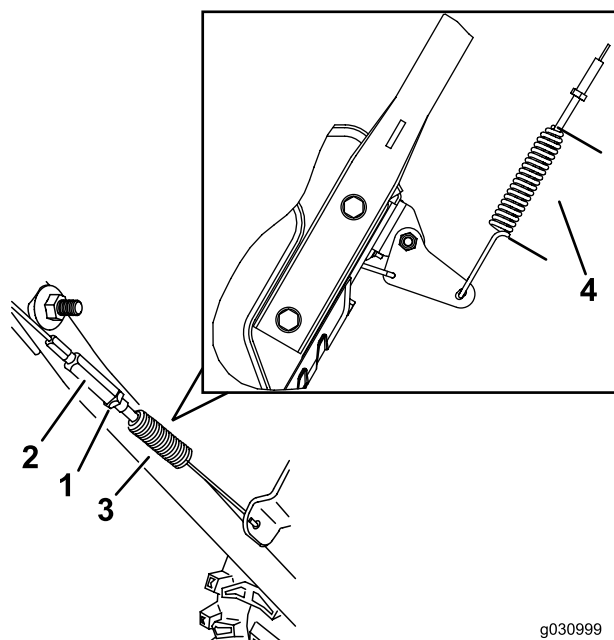

Figure 37
3. Desserrez ou serrez le tendeur afin de régler la longueur du ressort à 5,5 cm (2,18 po) (Figure 37).
4. Serrez l'écrou de blocage (Figure 37) en vérifiant que le câble est légèrement tendu.